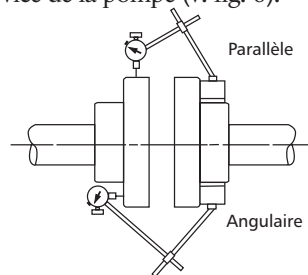

Figure 6
5.2.1. Les arbres ont été alignés en usine, mais le transport peut parfois les désaligner. On doit donc vérifier l'alignement avant la mise en service de la pompe (v. fig. 6).